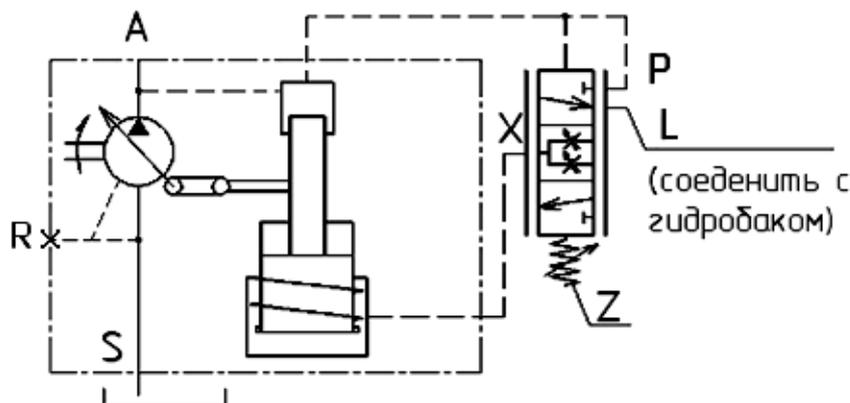

Рисунок 40 – Гидравлическая схема насосов с регулятором постоянного давления с дистанционным гидропилотом.
- поддерживаемое давление P_n изменяется регулировкой винта Z (рисунок 40).